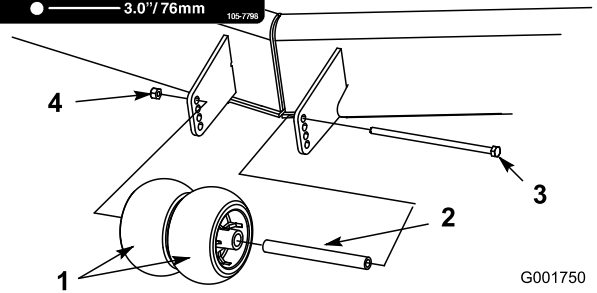

Figura 24
3. Después de ajustar la altura de corte, retire la tuerca con arandela prensada, el casquillo y el perno (Figura 24).
4. Seleccione el taladro que hará que los rodillos centrales estén lo más próximos posible a la altura de corte deseada (Figura 24).
5. Instale los rodillos centrales, el casquillo, el espaciador, el perno y la tuerca (Figura 24).